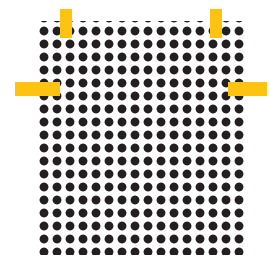

Figure 02
- › Coller un morceau de Tiro de masquage de chaque côté du visuel sur le haut, à environ 20 cm du bord. (FIG. 02)